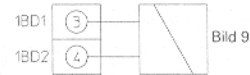

Bild 9
-> ohne Gleichrichter without rectifier - Bild 9